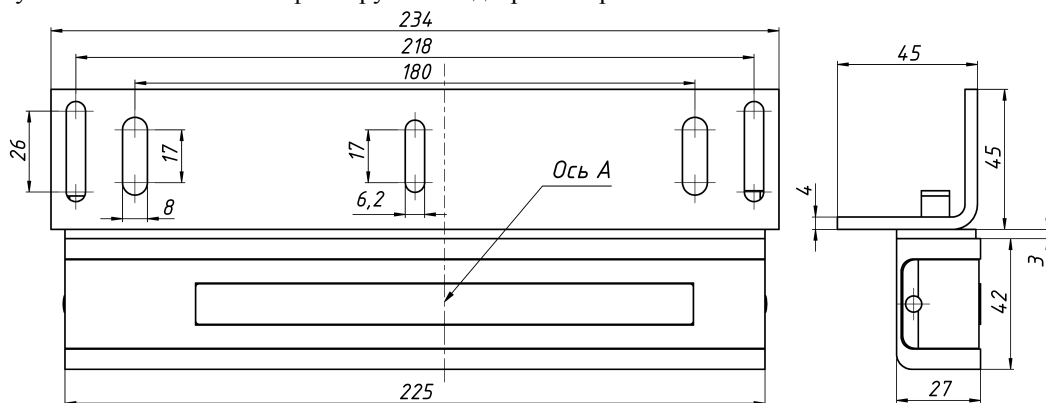

Рис.2 Корпусная часть
4.4 Пластина якоря (8) крепится к двери напротив корпуса замка, после чего якорная часть (2) устанавливается на пластине. Правильное положение якорной части относительно корпуса обеспечивается при совмещении осей А якоря и корпуса (Рис.2 и 3).